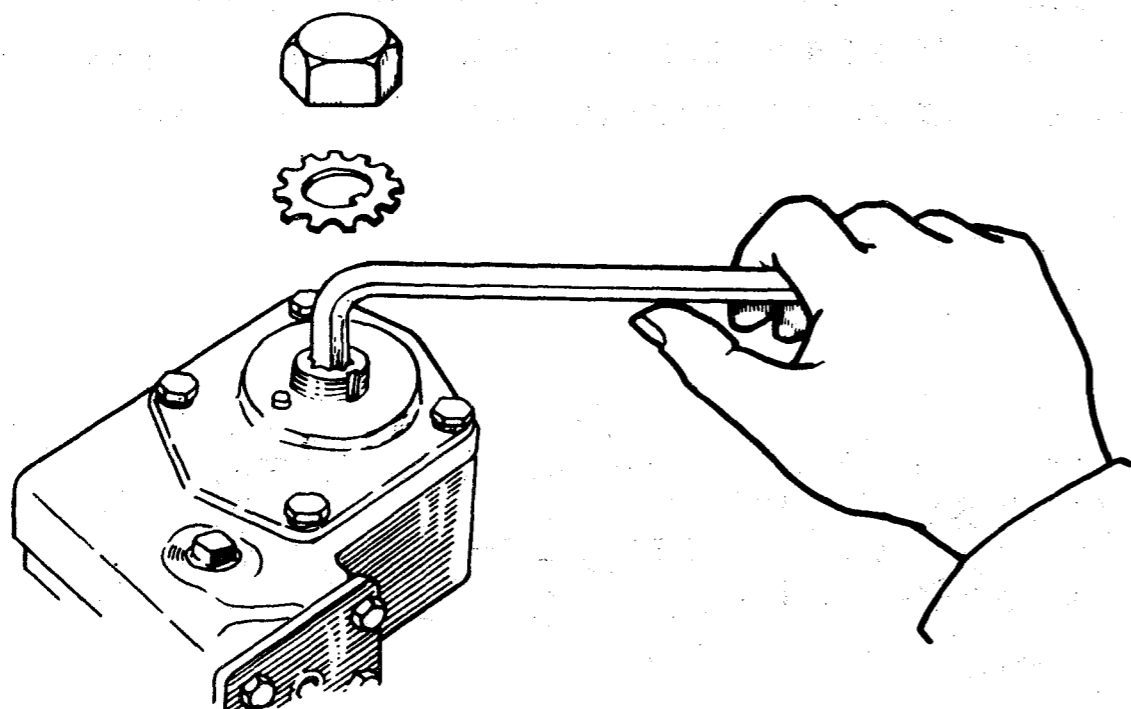

Рис. 169. Регулировка зацепления ролика с червяком
- повернуть специальным ключом, имеющимся в комплекте шоферского инструмента, регулировочный винт по часовой стрелке (рис. 169). Винт следует поворачивать на несколько вырезов в стопорной шайбе, проверяя каждый раз после поворота свободный ход рулевого колеса.